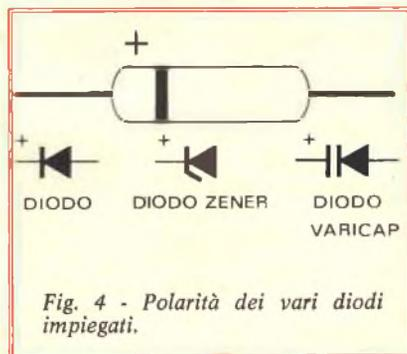

Fig. 4 - Polarità dei vari diodi impiegati.
- Montare il diodo zener Z1 rispettando la polarità chiaramente indicata in fig. 4.
- Montare i diodi D1 - D2 - D3 - D4 e il diodo varicap D5 osservando attentamente la polarità che è indicata in fig. 4 e sul corpo dei diodi stessi.